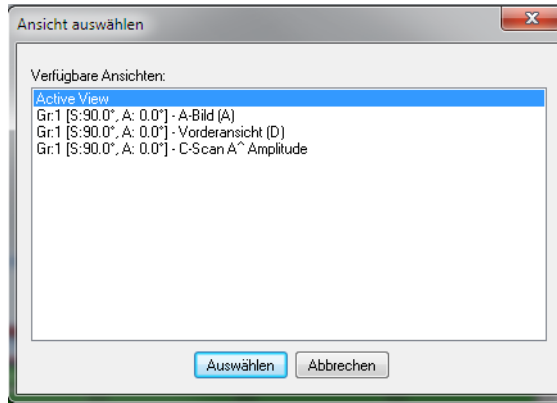

Abbildung 10-13 Dialogfeld Ansicht auswählen
7. Heben Sie im Dialogfeld **Ansicht auswählen** (siehe Abbildung 10-13 auf Seite 479) die Ansicht hervor, in der das Feld angezeigt werden soll und klicken Sie dann auf **Auswählen**.